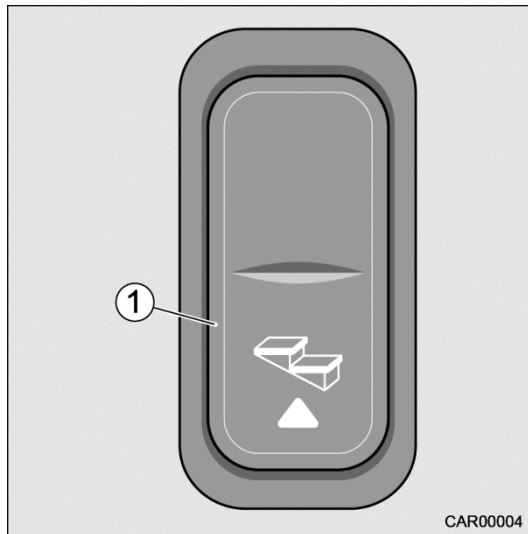

Fig. 7 Interrupteur en cabine
- Un signal sonore est audible et le marche-pied peut être rentré en appuyant sur l'interrupteur « Rentrer marche-pied » (Fig. 7/1).
- L'interrupteur (Fig. 7/1) se trouve sur le tableau de bord au niveau du volant.
1. Appuyer sur l'interrupteur à bascule (Fig. 7/1) et le marche-pied rentre complètement.